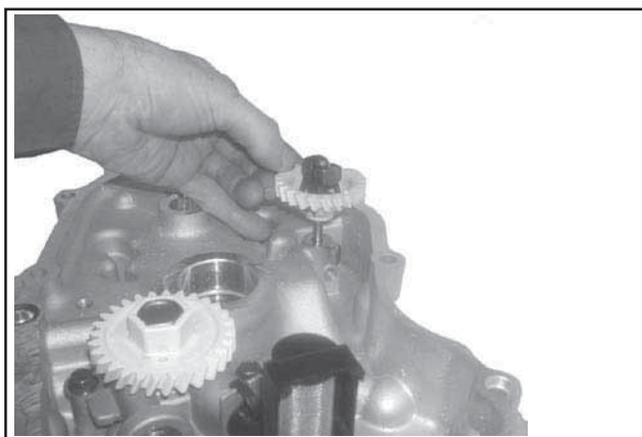

Figure 10-13. Enlèvement du réducteur du régulateur.
1. Retirer le goujon de réglage et le groupe réducteur du régulateur. Voir la Figure 10-13.